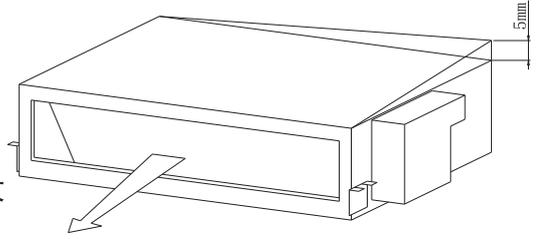

图7 顶面倾斜度
- (1) 检查确认顶面是平的,测量最大顶面倾斜度。
- (2) 图 7 所示,室内机后面稍微低于前面 (0mm ~ 5mm),以利于排水。
- (3) 调整完毕后,将悬吊螺母拧紧。必须涂上螺纹锁固剂以防螺母松动。安装过程中请用塑料布盖好机器,使之保持清洁。